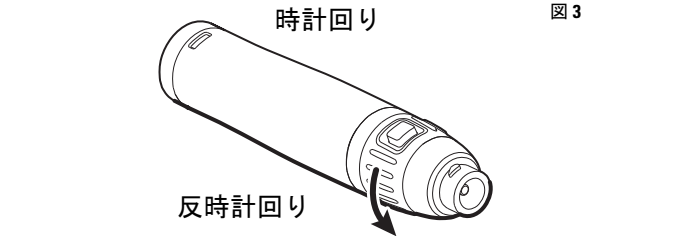

図 3
- 「可変抵抗器の取付部」を反時計回りに回し、取り外します(図3)。